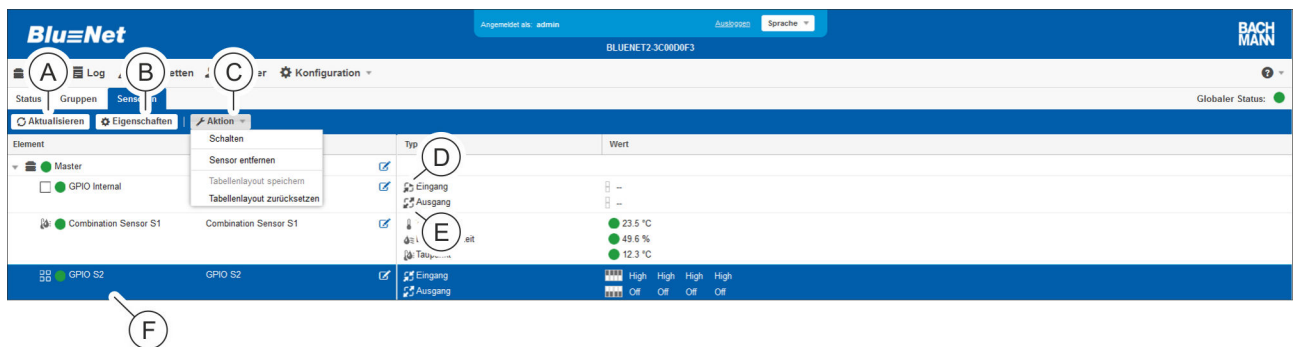

Abb. 116: Menü "Status" – Registerkarte "Sensoren" (GPIO-Modul)
3. ➔ GPIO-Modul auswählen (Abb. 116/Ⓔ).
4. ➔ Über die Schaltfläche „Eigenschaften“ (Abb. 116/Ⓢ) die Detailansicht aufrufen.
1. ➔ In der Detailansicht (Abb. 116) den jeweiligen Eingang bzw. Ausgang auswählen.
1. ➔ Menüpunkt „Aktion → Schalten“ (Abb. 116/Ⓢ) auswählen.